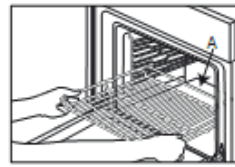

Abb. 1A
1. Schieben Sie den Rost mit dem erhöhten Teil "A" nach oben zeigend waagrecht ein (Abb. 1A, Abb. 1B).